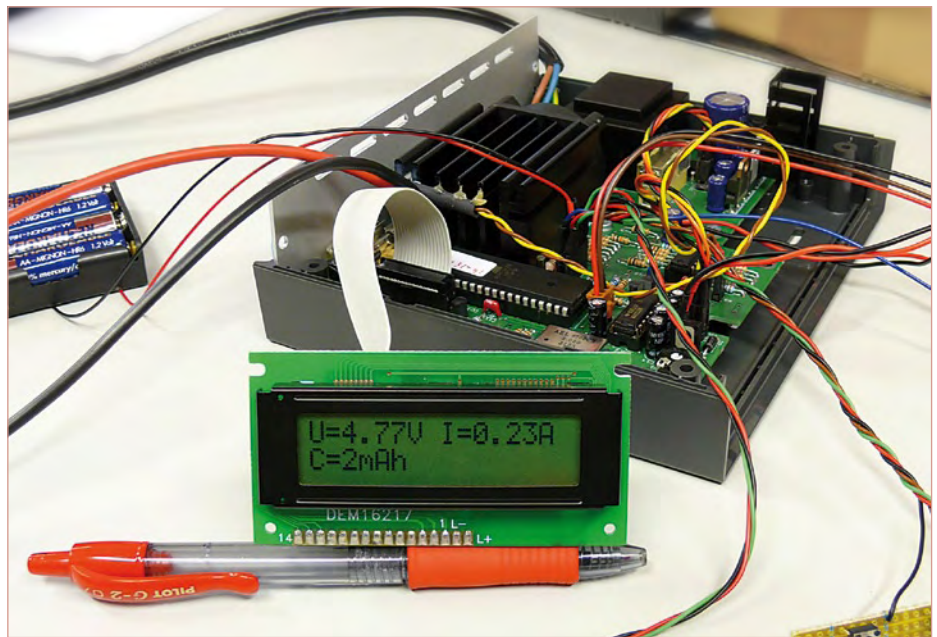

Bild 5. Das Elektor-Labormuster im Testbetrieb.
2) gegen Masse schließt und somit Strom über L1 zu fließen beginnt. C5 entlädt sich dabei über L2. Daher steigt auch der Stromfluss in L2. In **Bild 5** ist der Stromfluss durch L1 und L2 bei eingeschaltetem Transistor eingetragen. Die Ströme sind entgegengesetzt gerichtet, jedoch annähernd gleich groß. Nun schaltet IC1 den Transistor ab. Hierdurch liegt C5 nicht mehr über Q4 an Masse, sondern auf dem Niveau der positiven Eingangsspannung, welches durch die Selbstinduktionsspannung an L1 noch zusätzlich angehoben wird. Auch L2 möchte